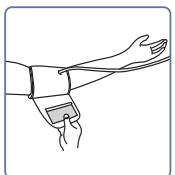

Рис. 4
- Наложите манжету таким образом, чтобы ее верхний и нижний края охватывали руку без зазора (рис. 4).